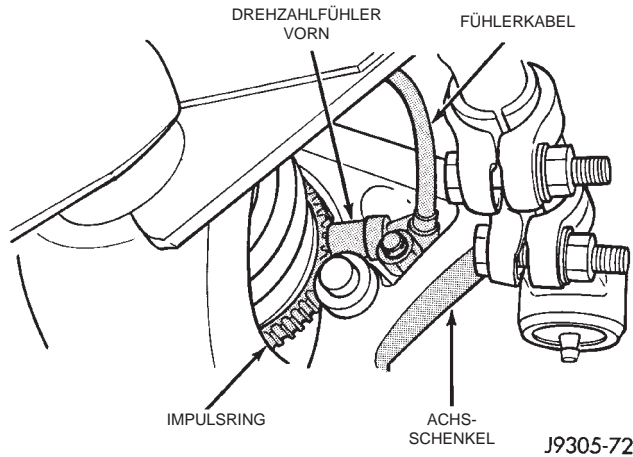

Abb. 7 Einbauort/Drehzahlfühler
- (1) Zündung ausschalten.
- (2) Fahrzeug anheben.
- (3) Rad abmontieren.
- (4) Die Schraube lösen, mit der der vordere Drehzahlfühler am Achsschenkel befestigt ist (Abb. 7).